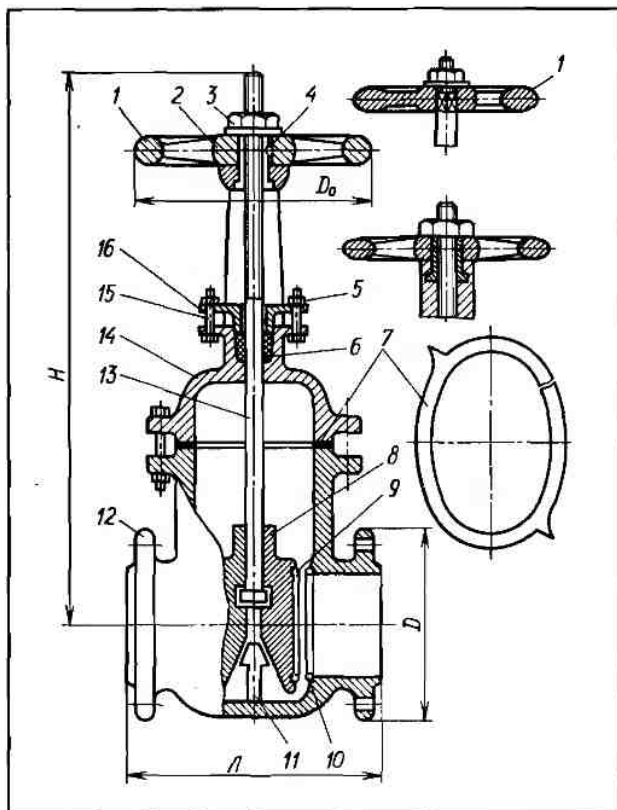

Рис. 33. Задвижка из чугуна параллельная, фланцевая с выдвижным шпинделем и ручным приводом:
Причина Диски 8 (рис. 33) полностью не опустились, не прижались к уплотнительным кольцам корпуса
Способ устранения Придержав шпindel 13 (рис. 33) трубным ключом, отверните гайку 3 любым ключом и снимите маховик 1. Напильником зашлифуйте новые грани ниже имевшихся, если позволит длина шпинделя. Можно, взявшись трубным ключом за шпindel, открыть и закрыть задвижку
1. Выточить на токарном станке новую гайку, создав грани на фрезерном станке или ножовкой и напильником. Учтите, что ходовая гайка почти всегда имеет внутреннюю трапецеидальную резьбу и наружную метрическую. В задвижках $D=50$ мм часто вместо шпонки на ходовой гайке 2 нарезают наружную резьбу. На нее наворачивают маховик, имеющий соответствующую резьбу во внутреннем отверстии ступицы. Маховик контрят гайкой 3 (см. рис. 33).